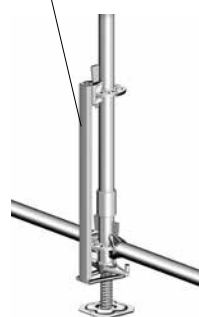

Fig. 10.1
9. La fixation de vérin à clavette MTT est utilisée lors du grutage des tours. Elle sert à immobiliser le vérin de pied MTT et le tube d'embase MTT afin d'éviter tout glissement ou chute de pièces. Elle se fixe sur les 4 montants acier MTT (Fig. 10.1).